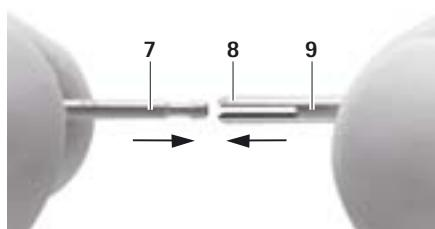

Fig. 5
- Assemblare il gambo 5, vedere Fig. 5: